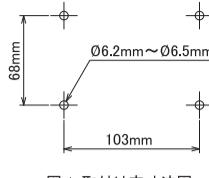

図1. 取付け穴寸法図
1. 取付ける場所（天井・柱・壁面等）に $\phi 6.2\text{mm} \sim \phi 6.5\text{mm}$ の穴を、図1の寸法で4ヶ所あけてください。